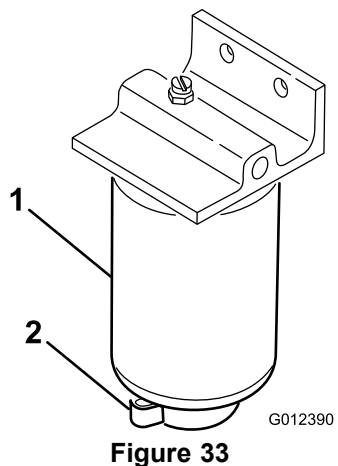

Figure 33
1. Placez un bac de vidange propre sous le filtre à carburant (Figure 33).
1. Nettoyez la surface autour des supports de la cartouche du filtre (Figure 33).